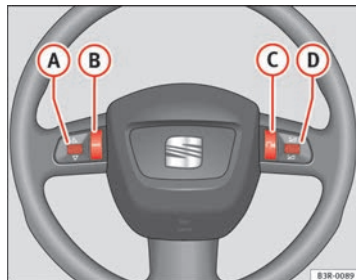

Abb. 64 Bedienelemente am Multifunktionslenkrad
Die einzelnen Funktionen werden durch Drücken und Rollen der Tasten (A) bis (D) am Multifunktionslenkrad bedient → Abb. 64: